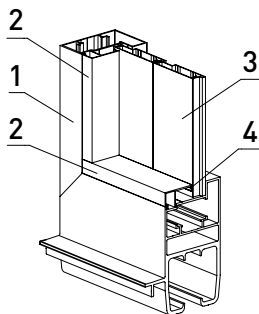

Рис. 31. Установка штапиков с уплотнителем **FRK12**:
1. По контуру установить штапики **2** совместно с уплотнителем **4** (рис. 31).